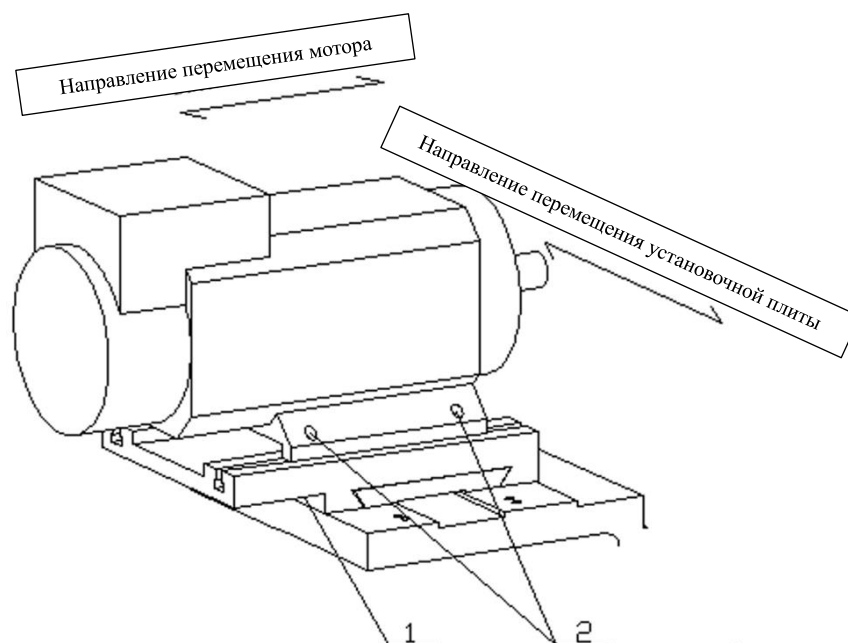

Рис. 6 Схема регулировки натяжения ремня на станке NEXUS 42
Натяжение ремня на станке NEXUS 42 можно отрегулировать в соответствии с Рис. 6. Откройте левую защитную дверцу, открутите регулировочный винт (1), переместите установочную плиту мотора вперед или назад в зависимости от требований, чтобы обеспечить правильное натяжение. Проверить натяжение ремня можно следующим образом: ударьте по нему кулаком, при слабом натяжении звук будет глухим, а при правильном натяжении ремень будет вести выразительно и вибрировать. После завершения регулировки затяните винт. Открутите винт (2), чтобы переместить мотор в левую и в правую сторону, чтобы настроить параллельность шкива. Затем затяните все гайки.